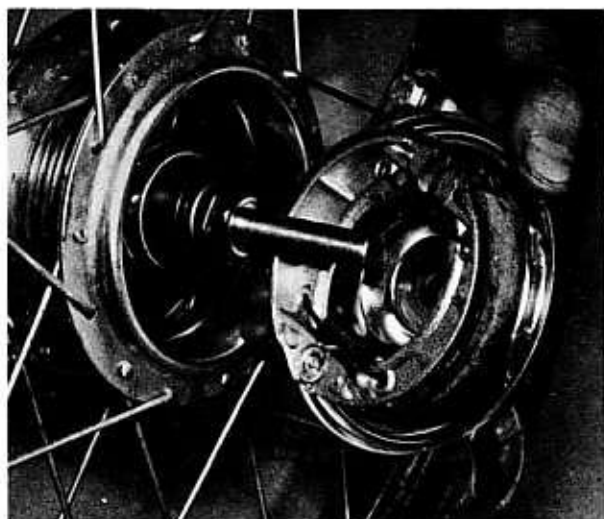

Bild 133
- Zum Ausbauen der Bremse die Mutter von der Radachse abschrauben und die Bremse aus der Bremstrommel herausnehmen (Bild 133).